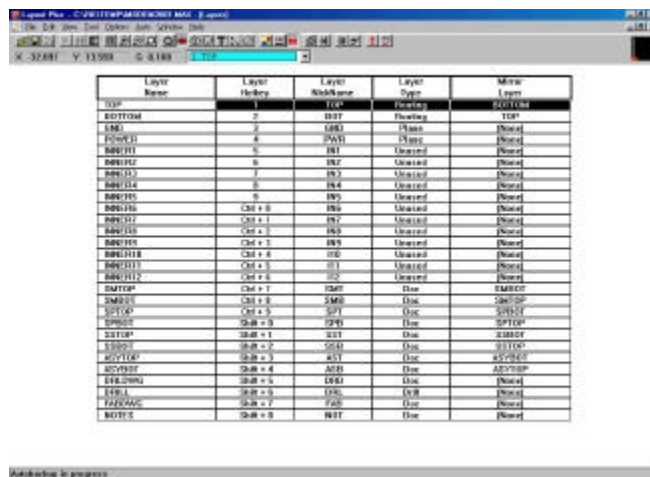

Figura 4.24 Ventana de propiedades de las capas.
- 2 Revise el tipo de asignación para las capas de ruteo y dé doble clic en la columna *Layer Name* si desea modificarla (ver figura 4.24).